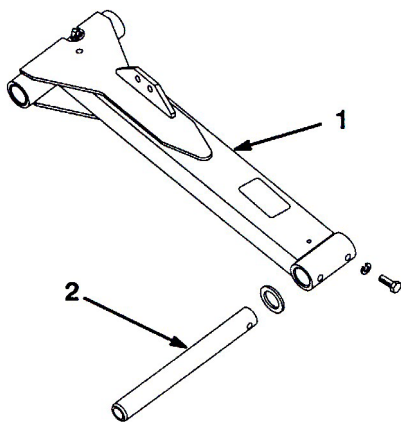

図 4
1. 左昇降アームにピボット・ロッドを差し込み、取り付け穴を整列させる (図 4)。